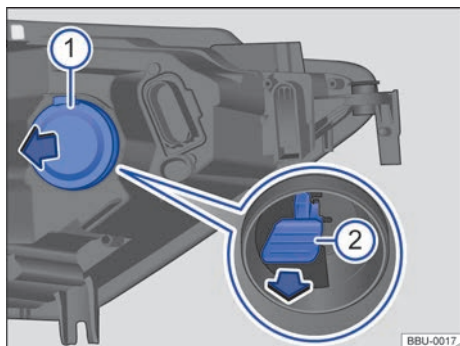
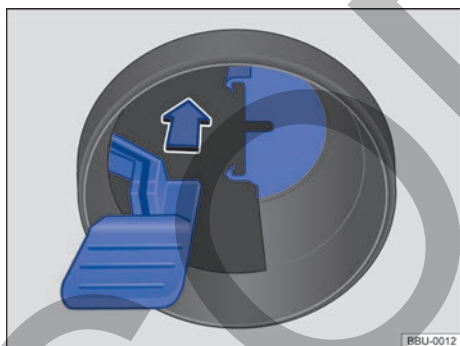

Fig. 144 En el lado derecho del vano motor: tapa del intermitente ① y portalámparas del intermitente ②.
Fig. 145 En el faro derecho: portalámparas del intermitente.
- ① Tenga en cuenta la lista de comprobación y lleve a cabo las operaciones descritas en ella → pág. 200.
- ② Abra el capó del motor  → pág. 211.
- ③ Desmonte la tapa de goma → fig. 144 ① de la parte posterior del faro (flecha).
- ④ Extraiga el portalámparas → fig. 144 ② por el asidero hacia atrás (flecha).
- ⑤ Sustituya la lámpara averiada por otra nueva del mismo tipo.
- ⑥ Coloque el portalámparas en el faro con cuidado y presiónelo hacia delante hasta que encastre → fig. 145.
- ⑦ Coloque la tapa de goma.
- ⑧ Cierre el capó del motor → pág. 211.